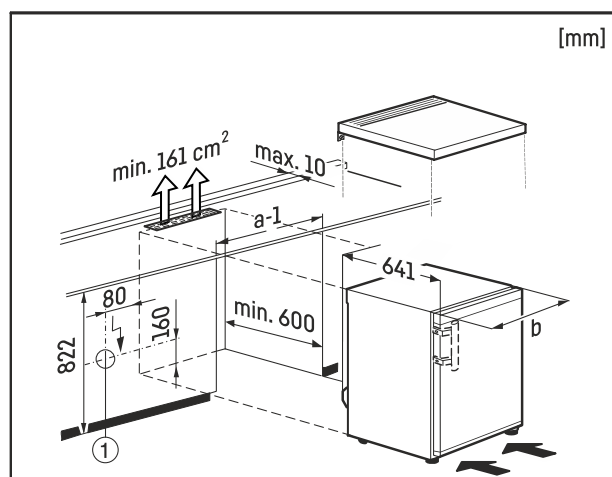

Fig. 8
Stikkkontakten Fig. 8 (1) må ligge utenfor skapets bakside, og være lett tilgjengelig.